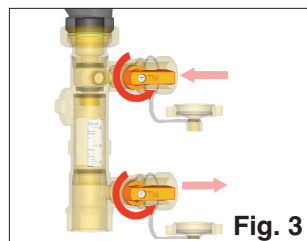

Fig. 3
- Ouvrir le robinets à bille de charge/décharge (figure 3) ;